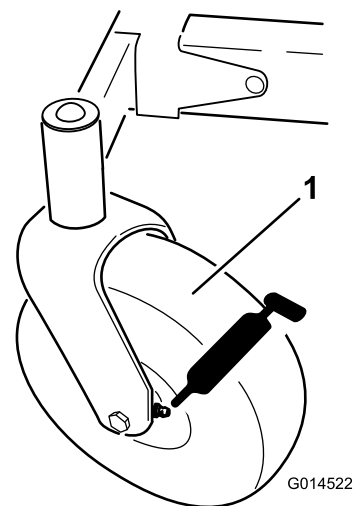
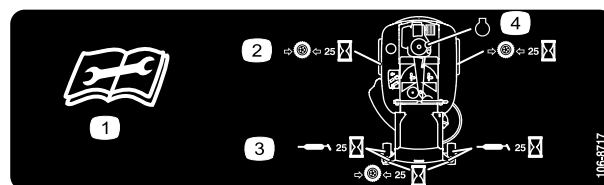

Figure 34
Figure 35
3. Nettoyez les graisseurs (Figure 34 et Figure 35) à l'aide d'un chiffon. Grattez la peinture qui pourrait se trouver sur les graisseurs.
4. Raccordez une pompe à graisse à chaque graisseur (Figure 34 et Figure 35). Injectez de la graisse dans